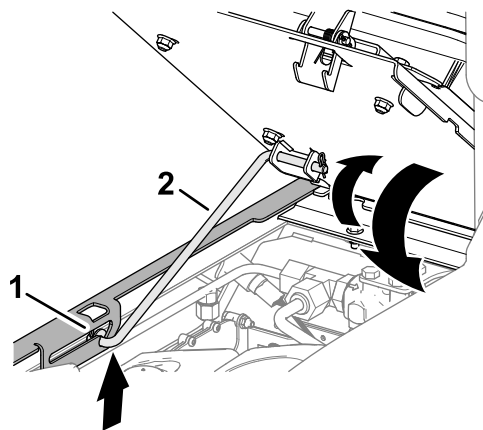

Рисунок 98
1. Немного поднимите сиденье и выведите опорную стойку из углубления паза в опоре сиденья (Рисунок 98).